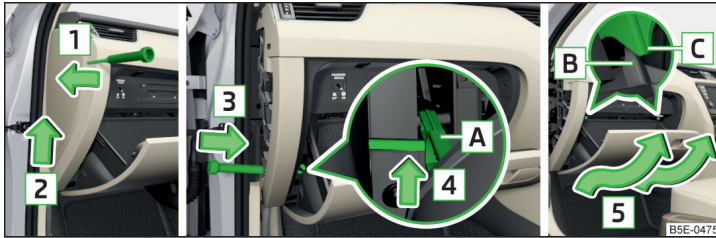

Abb. 353 Ablagefach auf der Beifahrerseite
- Einen Schraubendreher unter die Seitenabdeckung einschieben » Abb. 353.
- Die Anschlagpuffer **B** des Ablagefachs hinter die Halterungen **C** einziehen » Abb. 353.